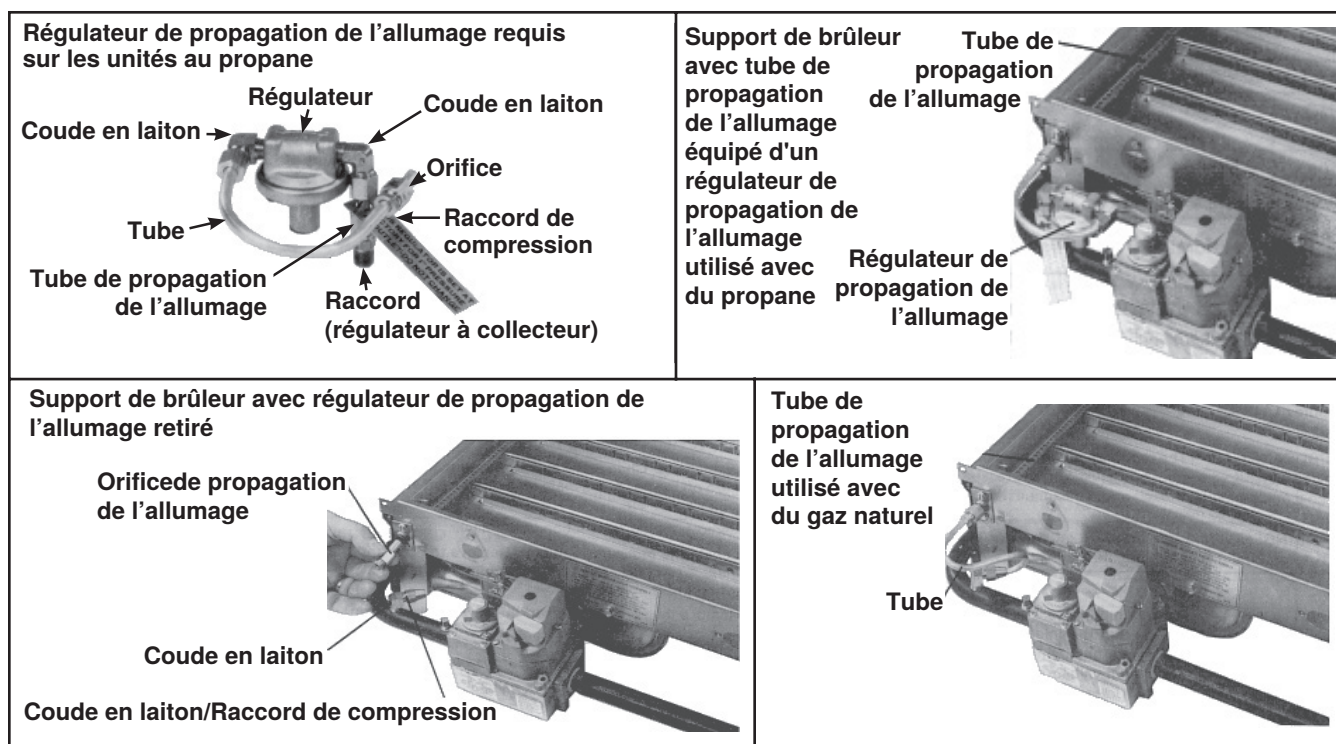

Figure 2. Composants de propagation de l'allumage
8. Installez les composants de propagation de l'allumage (voir Figure 2) selon les besoins.